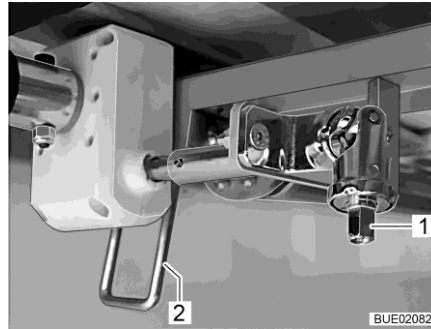

Fig. 142 Regolazione in altezza
- Fissare la manovella sul perno (Fig. 142,1).
- Ruotare verso il basso la leva (Fig. 142,2) in posizione verticale.
- Ruotare verso l'alto la leva (Fig. 142,2) in posizione orizzontale.